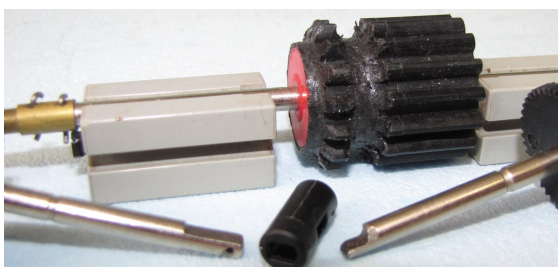

Abb. 5
- Flach gefeilte und gebohrte Achsen, das Differential kann mit der ft-Kette angetrieben werden (Abb. 5).